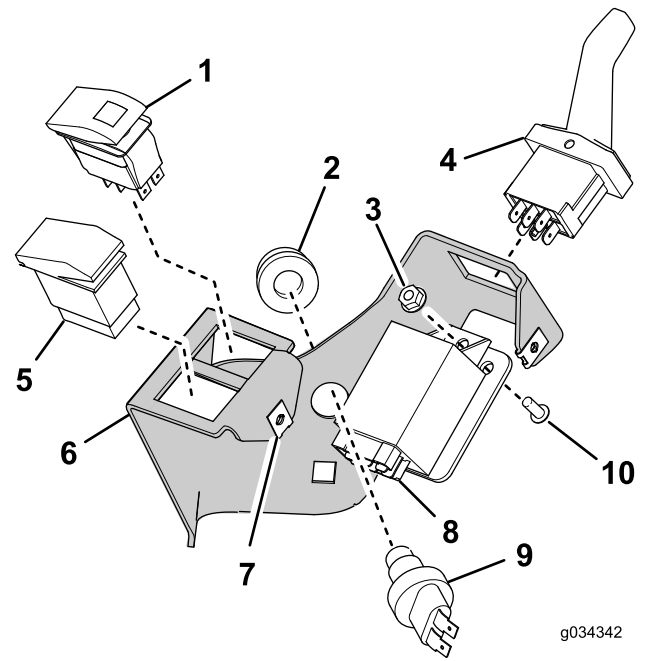

Figure 12
- Montez les composants comme montré à la Figure 12.